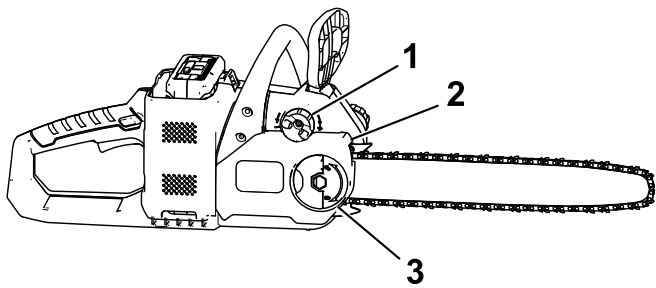

Bild 29
5. Ziehen Sie die Flügelmutter an, bis sie fest ist (Bild 29).
2. Nehmen Sie die Flügelmutter ab, mit der die Abdeckung befestigt ist (Bild 29).
- Drehen Sie die Schraube für die Kettenspannung nach links, um die Kette zu lockern (Bild 29).